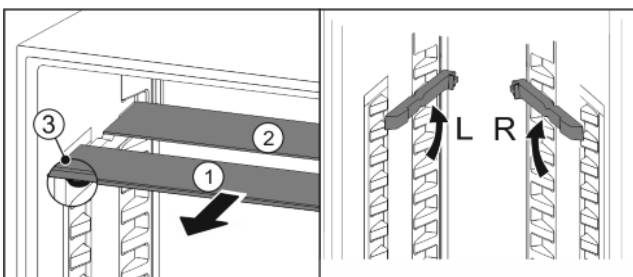

Fig. 16
- ▶ По одной извлеките Fig. 16 (1) стеклянные панели движением вперед.
- ▷ Стеклянная панель Fig. 16 (1) со стопорами лежит спереди.
- ▷ Стопоры показывают вниз Fig. 16 (3).